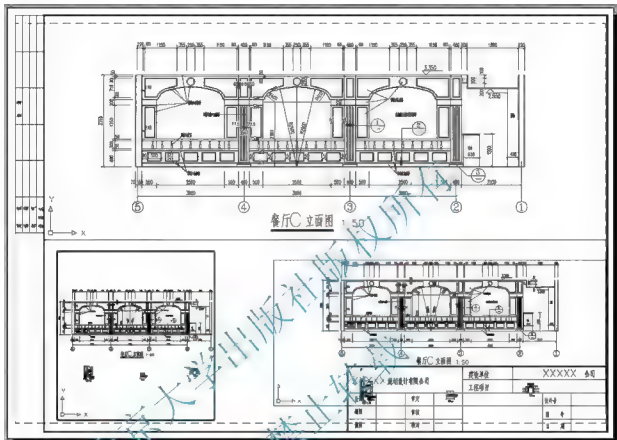

图 5.126 新建两个视口
④ 用【视口】工具栏上的【单个视口】命令建立如图 5.126 所示的两个视口。注意观察图 5.126，左下角的视口线为粗线，另外两个视口线为细线，其中粗线的视口为当前视口。只需在某个视口内单击，就可以将该视口设定为当前视口。